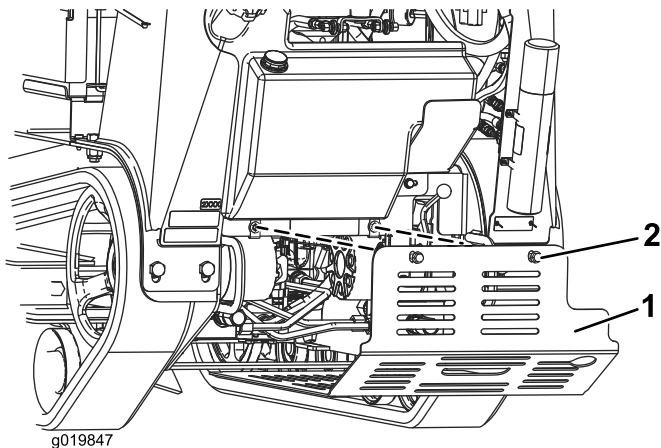

Figure 26
3. Desserrez l'un après l'autre les 2 boulons qui fixent le panneau de protection inférieur jusqu'à ce qu'il se détache (Figure 26).
5. Pour monter le panneau de protection avant d'utiliser la machine, glissez-le dans la machine, en appui sur les 4 pattes, et fixez-le en place avec les 2 boulons retirés précédemment (Figure 26).